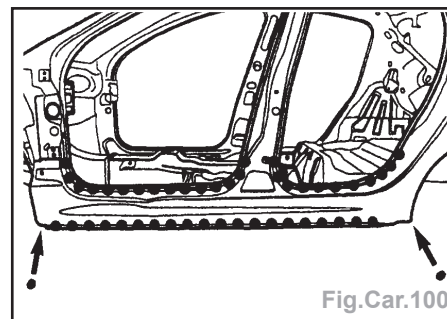

Fig.Car.100
- par points électriques (avec l'équipement AB1) (Fig.Car.100).